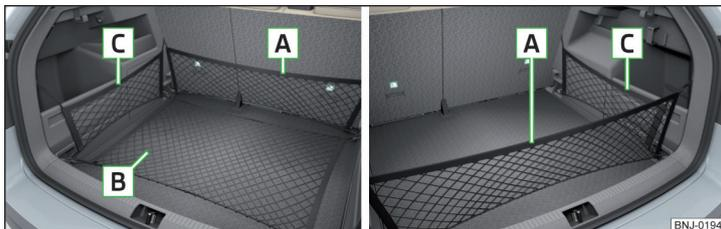
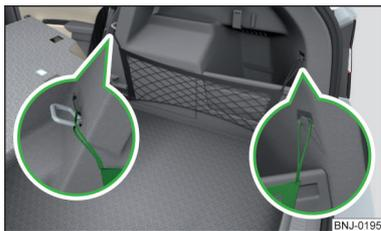

Abb. 87 Befestigungsbeispiele für Netze
Abb. 88
**Befestigung der Netze** » Abb. 87 und » Abb. 88